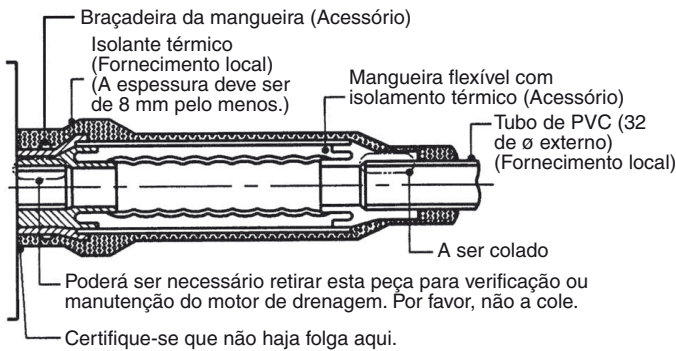

Fig.3-8
- Aperte as braçadeiras de tubo flexível de modo que suas contra-porcas fiquem viradas para cima. (Fig. 3-8)